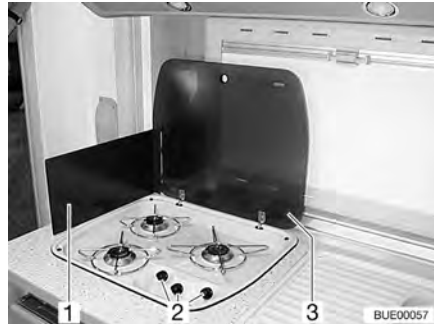

Fig. 150 Cocina de gas
- Abrir la tapa de la cocina de gas (Fig. 150,3).
- Según el modelo, desplegar o colocar la chapa guardallamas (Fig. 150,1).
- Girar el regulador giratorio (Fig. 150,2) correspondiente al quemador deseado a la posición de encendido (llama alta).